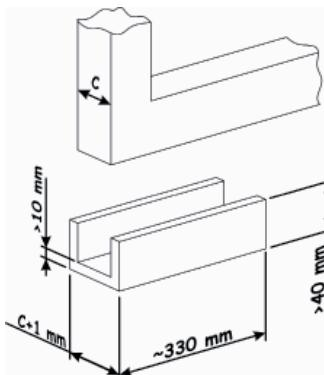

Abb. 9
• U-Profil mit den in Abb. 9 angegebenen Maßen verwenden;